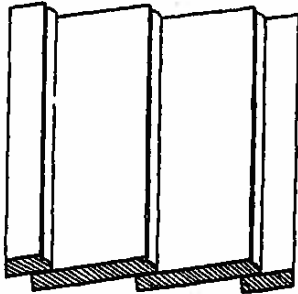

Fig. 3. Horizontalt trepanel, supanel med høyde kantprofil.
-Horisontalt trepanel med høvla kantprofil (fig. 3 - 4)	25/76 (33%)